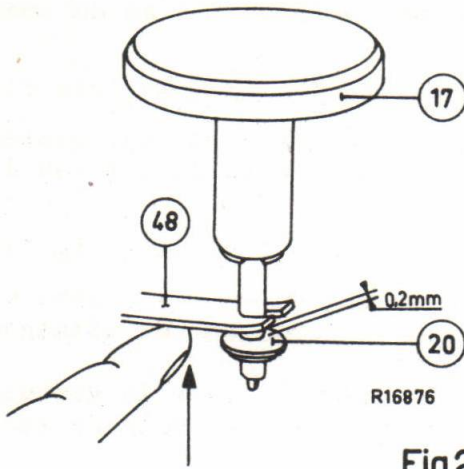

Fig. 20
- 1) Apparaat in stand "uit" plaatsen (zie fig.20).